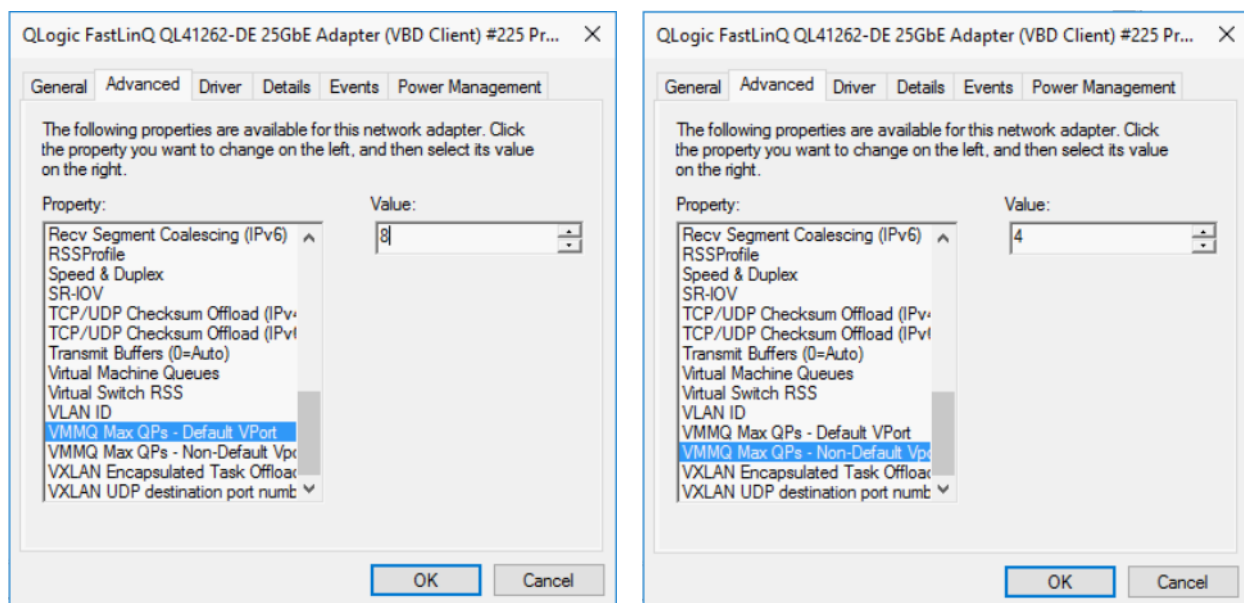

Figure 13-14. Propriétés avancées : Configuration de VMMQ
2. Sur la page Propriétés avancées (Figure 13-14), sous **Propriété**, sélectionnez l'une des options suivantes :